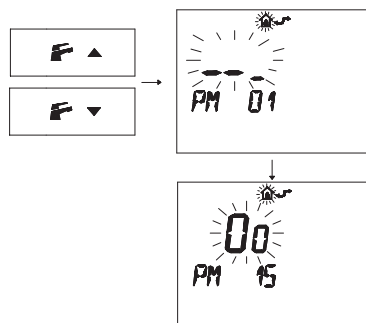

Figura 5.27
- Premere i pulsanti o per visualizzare la programmazione "**PM15**" abilitazione della sonda esterna (Figura 5.27).